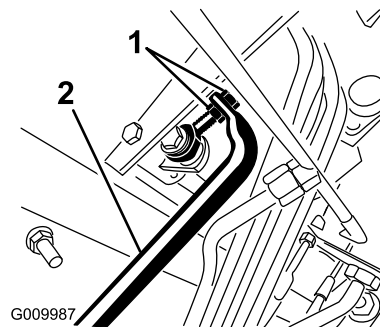

図 52
5. ポンプのロッドの端部についているジャムナットを調整する前進回転をなくすにはポンプのコントロールチューブを前へ動かし、後退回転をなくしたい場合には、後ろへ動かす 図 52